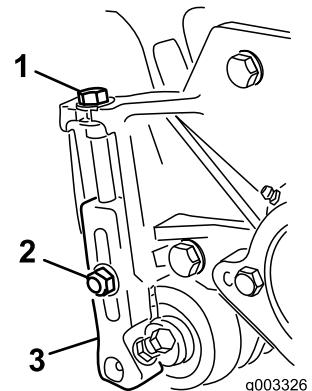

Figura 10
3. Afloje las contratuerzas que sujetan los soportes de ajuste de la altura de corte a las chapas laterales de la unidad de corte (Figura 10).